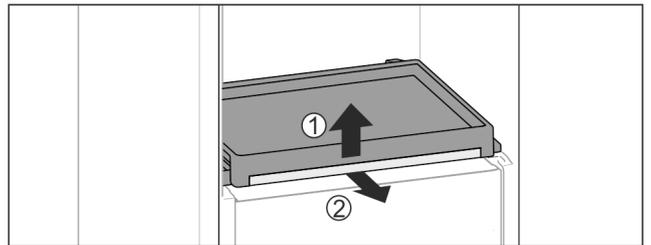

Fig. 35
- ▶ Auszugsbord mit Glasplatte entnehmen: Glasplatte vorne leicht anheben *Fig. 35 (1)* und nach vorne herausziehen *Fig. 35 (2)*.